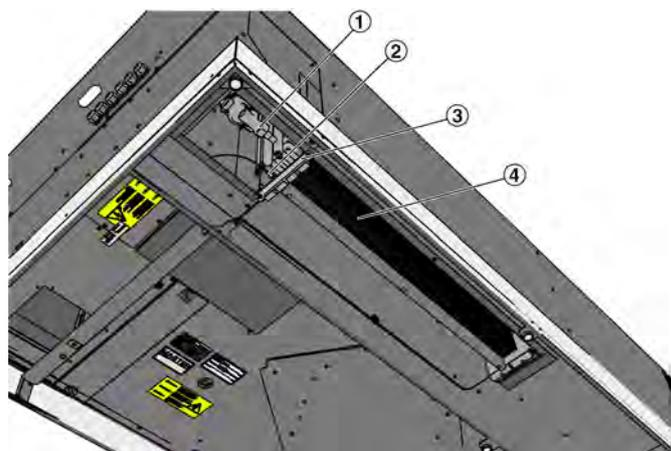

Abb. 78: Wärmeübertrager demontieren
6. ▶ Schutzleiter (Abb. 78 /2) am Wärmeübertrager lösen.
7. ▶ Betriebsdruck der wasserseitigen Anschlüsse (Abb. 78 /1) ablassen und die Rohrverschraubungen am Wärmeübertrager lösen.
8. ▶ Die Halterung (Abb. 78 /3) des Wärmeübertragers durch Lösen der beiden Kreuzschlitzschrauben demontieren und den Wärmeübertrager nach unten aus dem Gerät herausziehen.